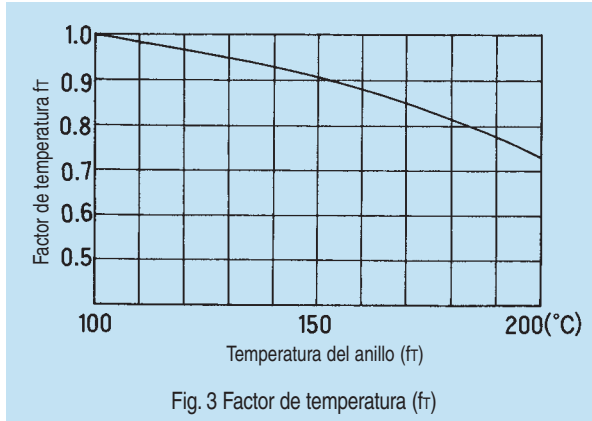

Fig. 3 Factor de temperatura ( $f_T$ )
- $f_T$  :Factor de temperatura (Fig. 3, página 6.)